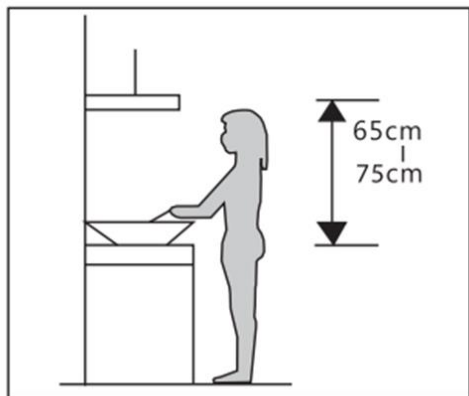

Рис. 1
1. Для достижения наилучшего эффекта вытяжку следует располагать на расстоянии 65–75 см от варочной поверхности (См. Рисунок 1.)